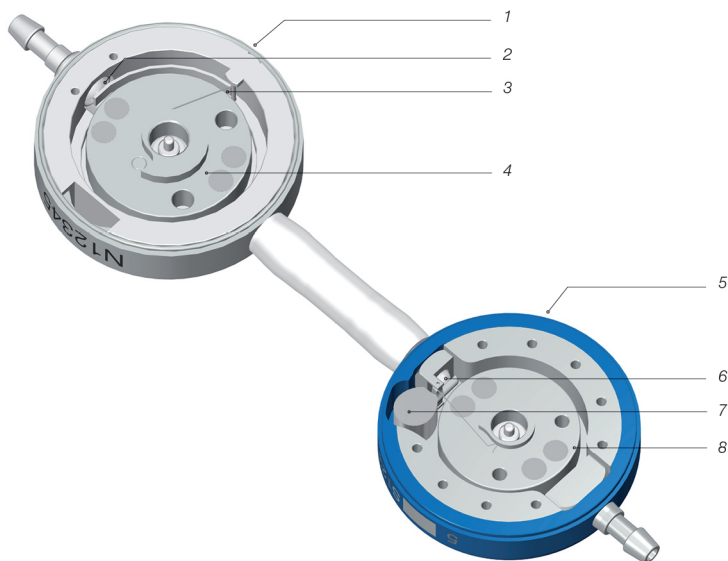

Fig. 1: Tværsnit af M.blue plus
M.blue plus er en ventilsystem, det er fremstillet af titan. Den består af en indstillelig differensstrykenhed (herefter også betegnet som *proGAV 2.0*) og en indstillelig gravitationsenhed (herefter også betegnet som *M.blue*) (Fig. 1).